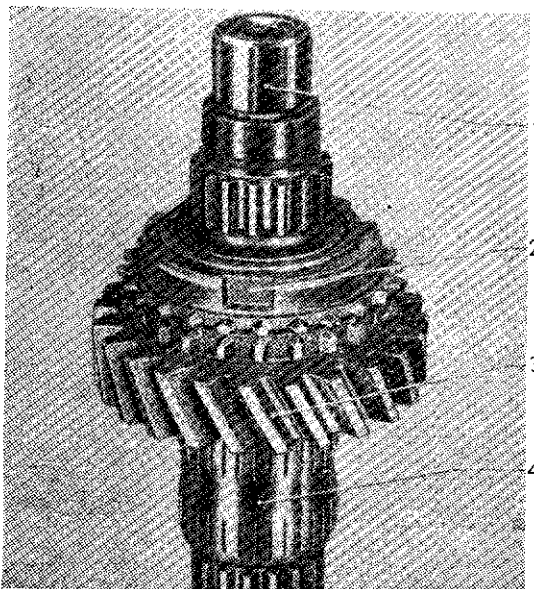

Fig. 40. — Détail du pignon et du synchro de 2^e
- Mettre en place le pignon de 2^e sur l'arbre secondaire (partie conique orientée vers l'avant) (fig. 40).